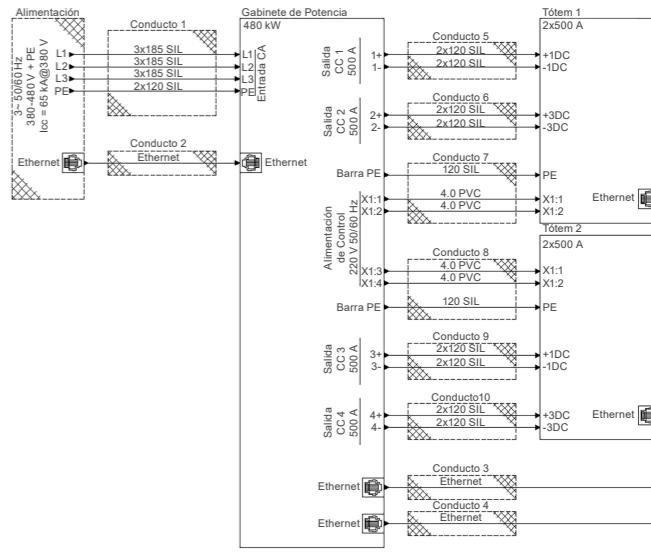

Figura 5.4: Esquema de conexión: alimentación, Cabina de Potencia y Tótems
- Los calibres de los conductores especificados consideran una tensión de alimentación de 380 V. Un esquema detallado de conexión se presenta en la Figura 5.4.
- Cada barra de entrada posee dos (02) orificios M12; cada orificio M12 permite la conexión de hasta dos (02) terminales, uno por el frente y otro por detrás de la barra.